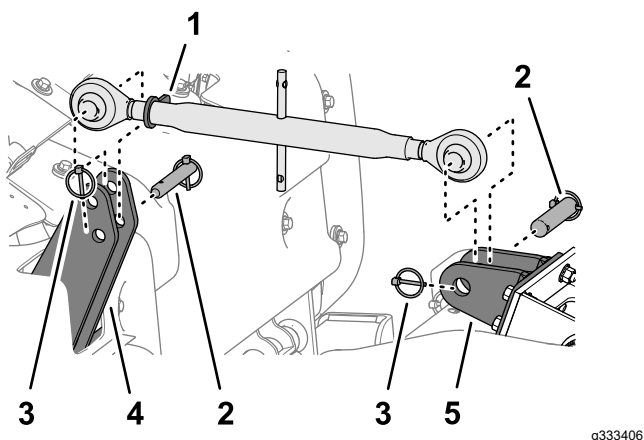

**Figura 47**
1. Retire los 2 pasadores de seguridad y retire los brazos de enganche inferiores de los pasadores de enganche de la máquina (**Figura 47**).